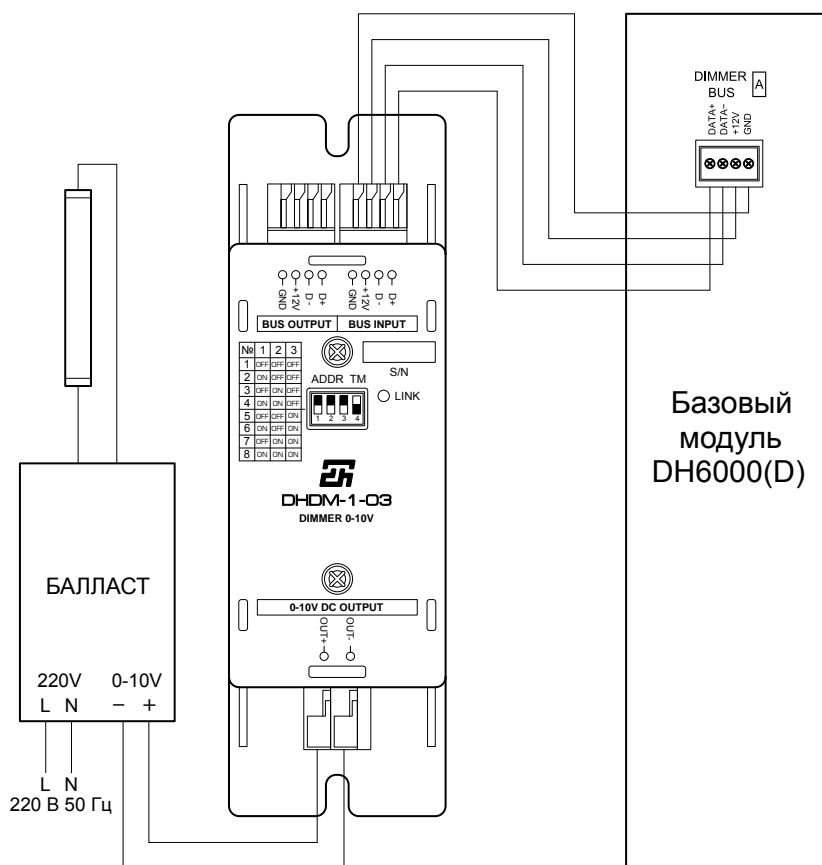
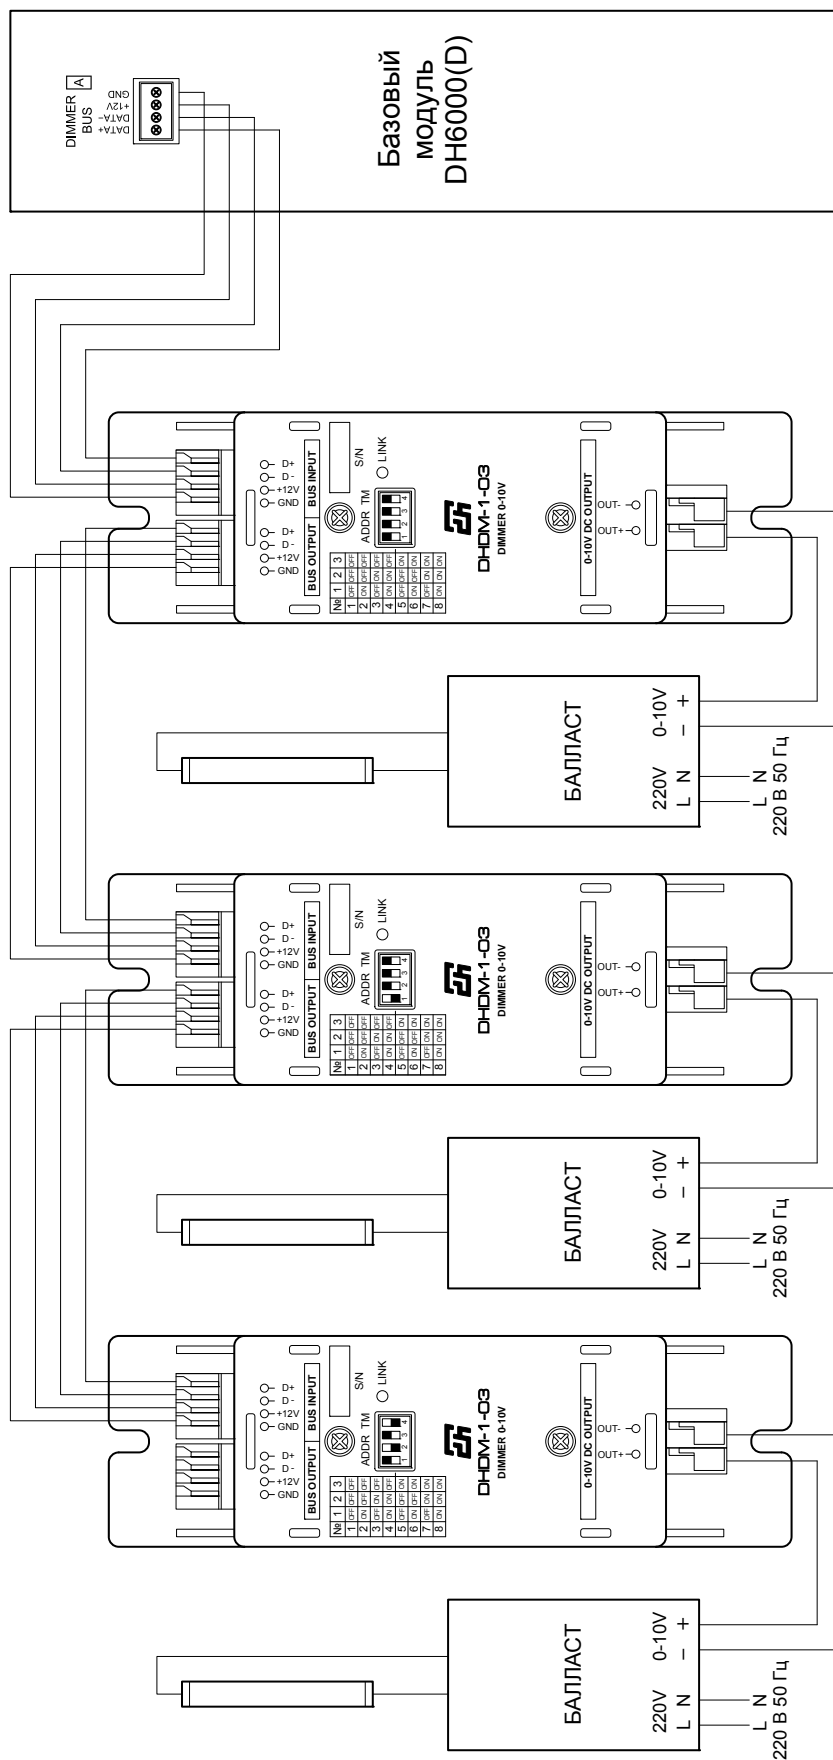
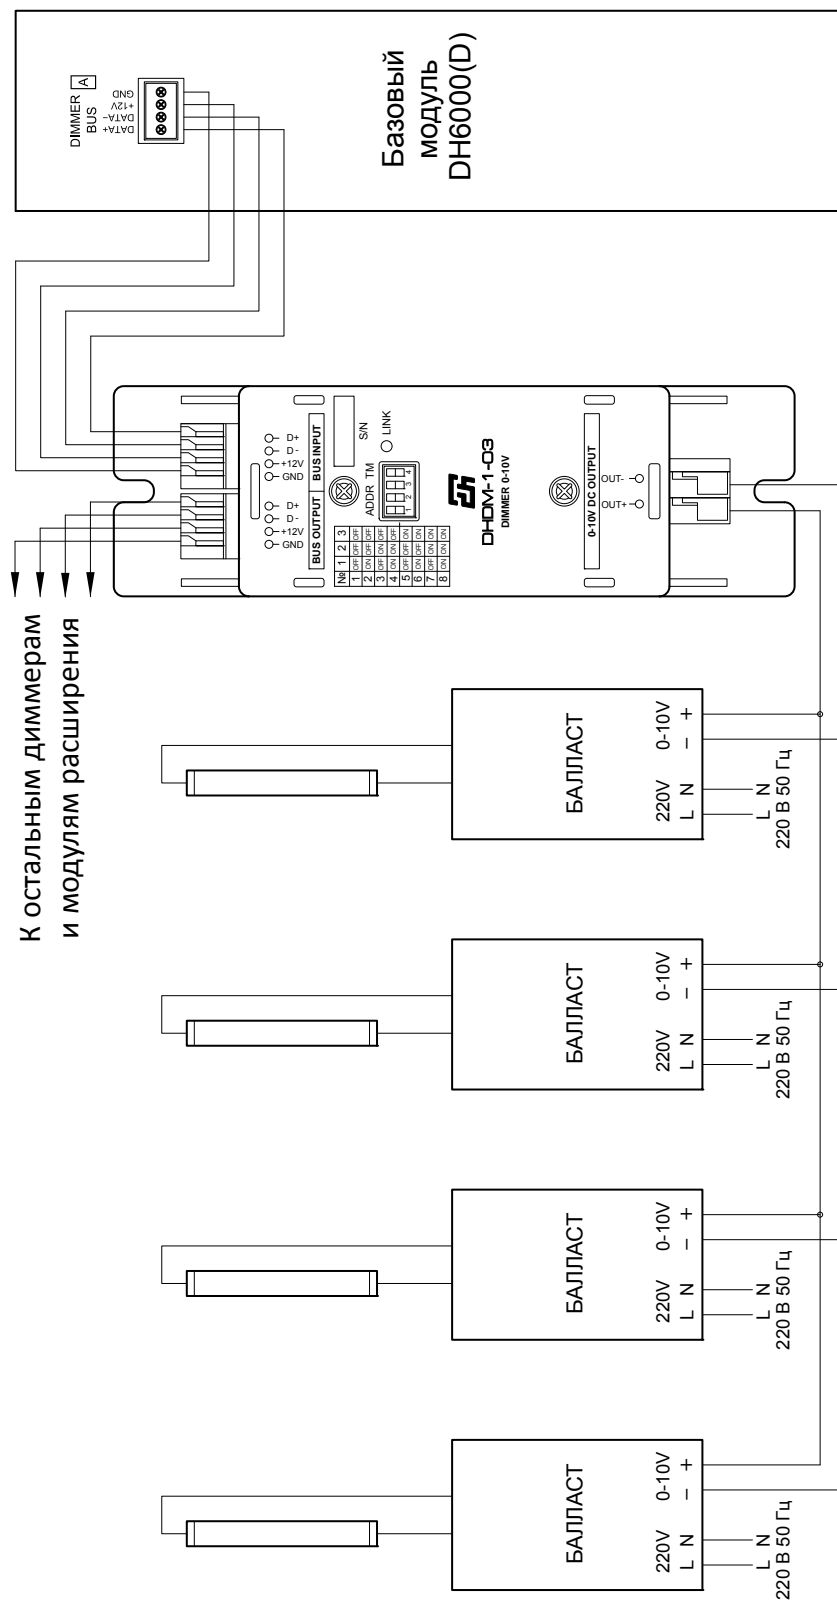

Рис. 1. Схема подключения одного диммера DHDM-1-03
Рис. 2. Схема подключения трех диммеров ДНДМ-1-03
Рис. 3. Схема подключения нескольких балластов к одному диммеру DHDM-1-03
условии, что закон регулировки самого балласта или блока питания линейный. Важно, чтобы балласт или блок питания обеспечивал нулевую яркость светильника при минимальном управляющем напряжении. Диммер подключается к шине DIMMER BUS [A] на базовом модуле DH6000(D) или к шине DIMMER BUS на модуле интерфейса DHDM-4-64(D). Индикатор LINK светится, если диммер правильно подключен к шине. Информация о правильном подключении диммера к шине передается в базовый модуль и отображается в программе конфигурации. К шине DIMMER BUS [A] базового модуля можно подключить до 8 диммеров (к шине модуля интерфейса DHDM-4-64(D) не более 4). Все они подключаются последовательно, т.е. вход последующего диммера подключается к выходу предыдущего. У каждого диммера должен быть установлен свой адрес переключателем ADDR. Адреса могут устанавливаться в произвольном порядке. Не допускается использование диммеров с одинаковыми адресами. У самого последнего диммера на шине, движок переключателя ТМ должен быть переведен в положение ON. Этот переключатель подключает к шине терминальный резистор для согласования шины. Для подключения диммера к шине следует использовать кабель UTP с сечением жилы 0,2 мм² (24AWG). Клеммы D+ и D- должны подключаться к одной витой паре. Для подключения диммера достаточно двух витых пар. Максимальное сечение проводов, подключаемых к клеммнику 0,5 мм². Общая протяженность шины диммеров не должна превышать 200 м. Подключение линии 0-10 В должно осуществляться проводами с сечением не более 1,5 мм². Максимальная длина линии 0-10 В не должна превышать 100 м. К выходу диммера может подключаться несколько балластов, общий входной ток балластов не должен быть более 30 мА. На рис. 1 и рис. 2 приведены примеры подключения одного и нескольких диммеров DHDM-1-03. На рис. 3 приведена схема подключения нескольких балластов к одному диммеру.